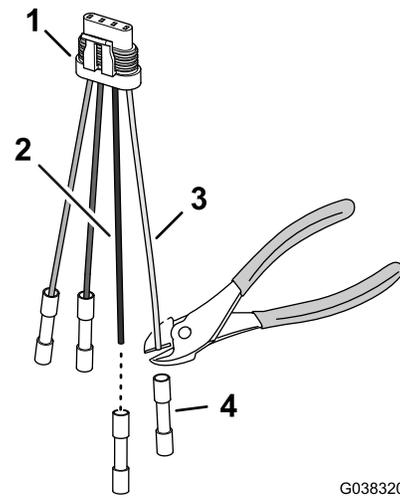

図 37
- 4ピンアダプタのピンク線と黒線用のスプライスコネクタを切断する 図 37。